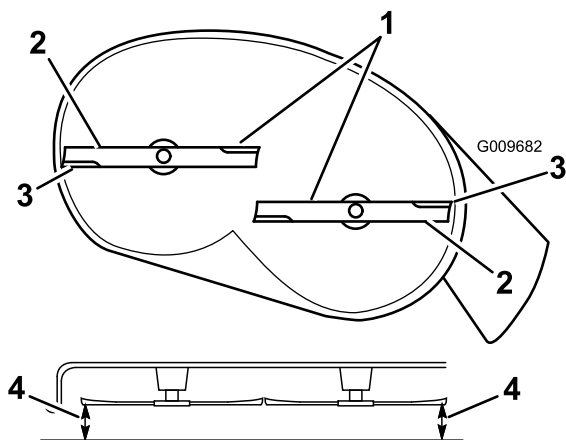
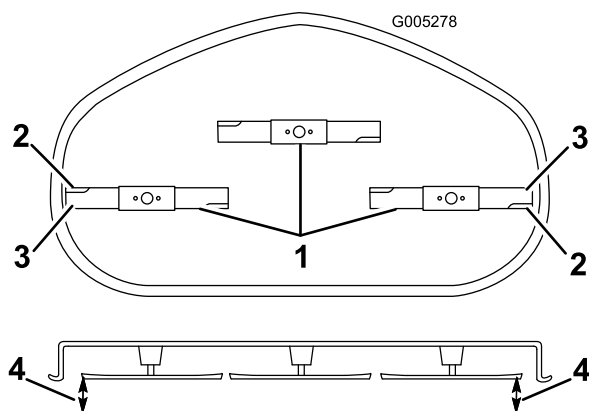

Figure 51
Figure 52
4. Faites pivoter les lames avec précaution pour qu'elles soient toutes parallèles (Figure 51 et Figure 52).
5. Mesurez la distance entre les tranchants extérieurs et la surface plane (Figure 51 et Figure 52). Si les deux mesures diffèrent de plus de 5 mm (3/16"), un réglage s'impose. Poursuivez la procédure.